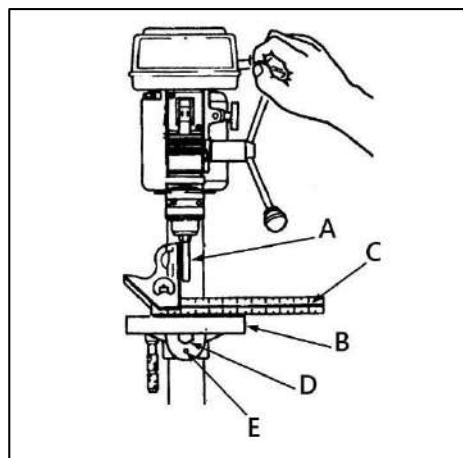

Рисунок 14
Чтобы использовать рабочий стол в наклонном положении, ослабьте установочный винт (E) (рис. 14) и фиксирующий болт (D) при помощи соответствующего ключа. Наклоните стол на желаемый угол, затяните фиксирующий болт и установочный винт.